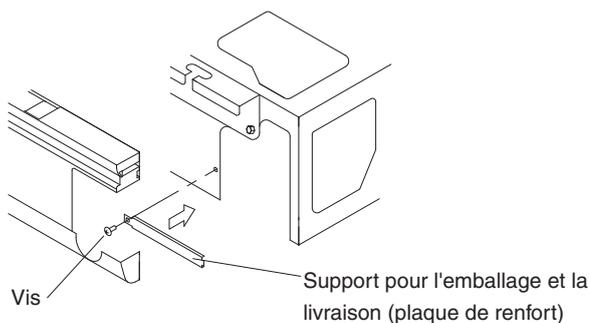

**Fig. 29**
**(2) Après avoir raccordé la tuyauterie, vérifiez si l'évacuation s'écoule doucement.**
- Ajoutez progressivement environ 0,6 litre d'eau pour la vérification de l'évacuation dans le bac d'évacuation à partir de la sortie d'air. (**Reportez-vous à la Fig. 29**)